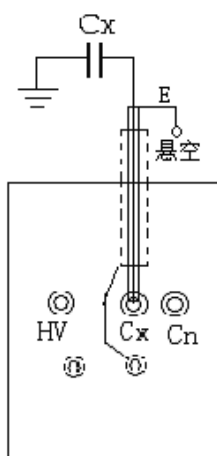

图5: 内接方式
- (1) 断开仪器电源；
- (2) 将仪器可靠接地；
- (3) 将 Cx 端子用专用线缆（蓝线）接至被试品高压端，注意芯线 Cx 接被试品，将电缆插头端的引出线连至专用接地端，如图 5 所示。